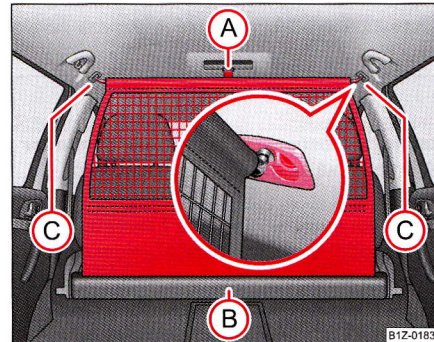

Fig. 87 Desfacerea peretelui despărțitor
- Trageți plasa de curelușă (A) din carcasa (B) ⇒ fig. 87.
- Introduceți bara transversală în locașul (C) pe o parte și apăsați bara în față.
- În același mod fixați bara pe partea cealaltă a autovehiculului, locașul (C).
- Trageți bara în spate din suporturile din plafon, mai întâi pe o parte, apoi pe partea cealaltă, și scoateți-o din suporturi (C) ⇒ fig. 87.
- **Susțineți** bara transversală astfel încât peretele să se poată rula încet și fără să se deterioreze, în carcasă (B).